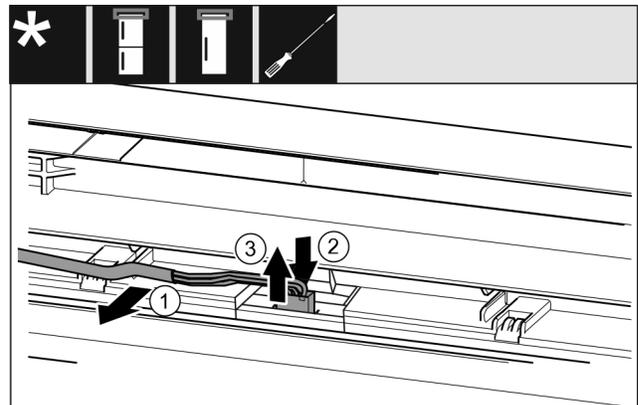

Fig. 22 Kühl-/Gefrierkombinationen / Gefriergeräte / Kühlgeräte*
- ▶ Kabel Fig. 22 (1) vorsichtig aus der Führung in der Tür lösen.*
- ▶ Lasche Fig. 22 (2) hinter dem Stecker nach hinten drücken.*
- ▶ Stecker Fig. 22 (3) vorsichtig nach oben herausziehen.*